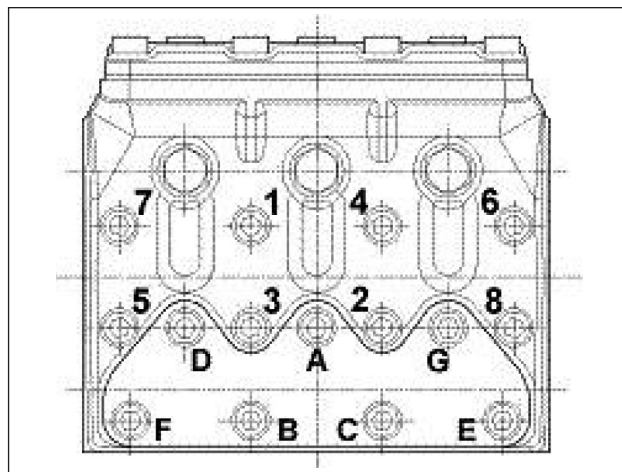

Fig. 24
** Le viti fissaggio testata devono essere serrate con chiave dinamometrica lubrificando il sottotesta rispettando l'ordine di Fig. 24.
*** Le viti fissaggio coperchi valvole devono essere serrate con chiave dinamometrica lubrificando il sottotesta rispettando l'ordine di Fig. 24.